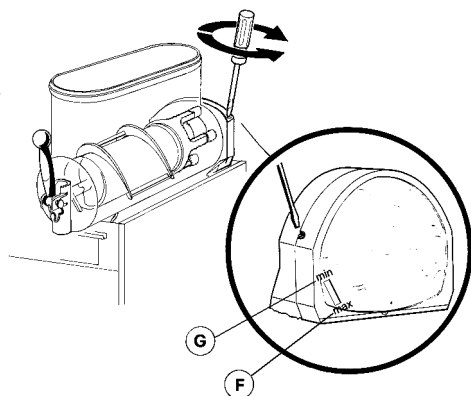

figure 6
**1 Réglage de la densité:** la densité optimale de la granita a été réglée en usine. Si l'on désire modifier cette densité, tourner avec un tournevis la vis de régulation densité située dans chacune des parois postérieures du distributeur (voir figure 6):